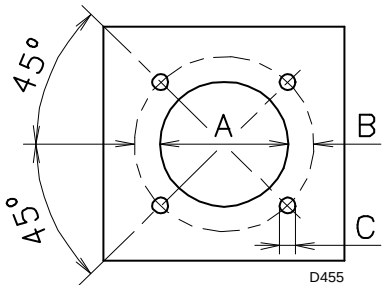

Fig. 11
Taladrar la placa de cierre de la cámara de combustión tal como se indica en Fig. 11. Puede marcarse la posición de los orificios roscados utilizando la junta aislante que se suministra con el quemador.
- Introduzca todo el quemador a través del orificio de la caldera, precedentemente preparado, como indica la Fig. 11, y fíjelo con los tornillos suministrados.